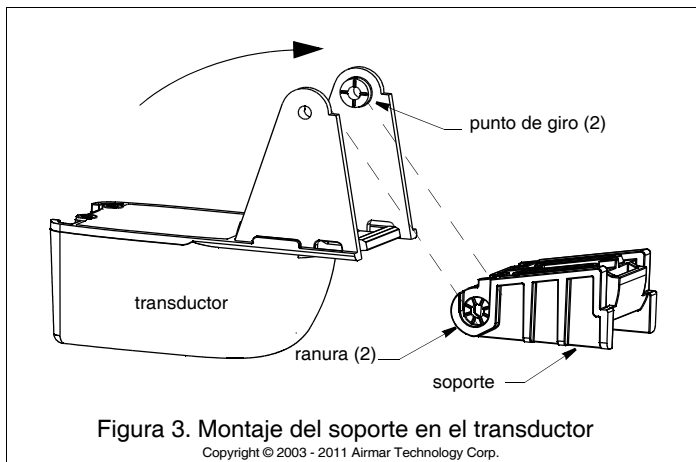

Figura 3. Montaje del soporte en el transductor
1. Introduzca los puntos de giro en las ranuras situadas en la parte posterior del soporte (figura 3).